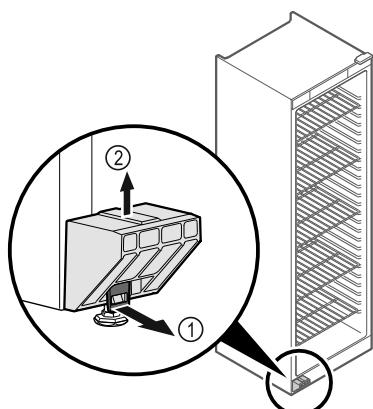

Fig. 1
- Pielicet uzliktni Fig. 1 (1) uz priekšu.
- Nobīdiet transportēšanas stiprinājumu Fig. 1 (2) virzienā uz priekšu.